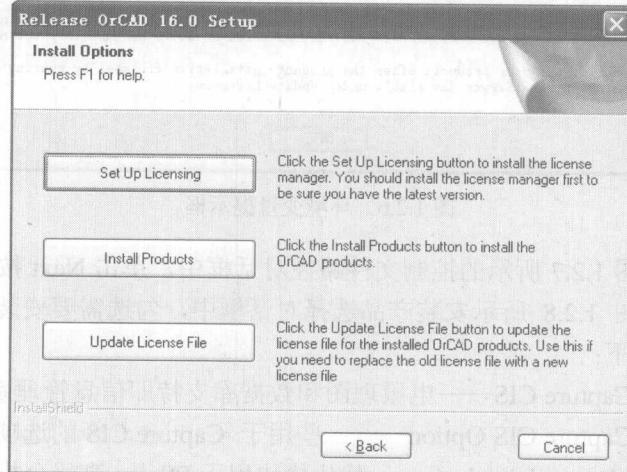
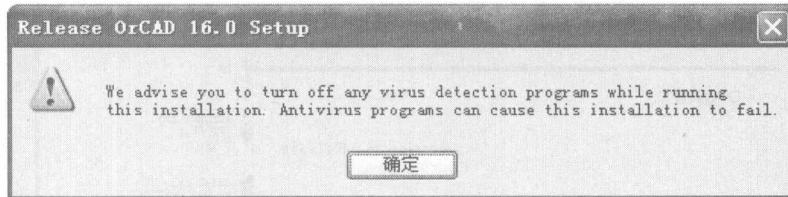

图 1.2.3 安装界面
图 1.2.4 提示界面
(3) 在弹出的如图 1.2.3 所示安装界面中选择“Install Products”选项后，出现如图 1.2.4 所示提示界面，提示关闭所有在运行的查杀毒程序。关闭病毒防火墙并单击图 1.2.4 中的“确定”按钮。